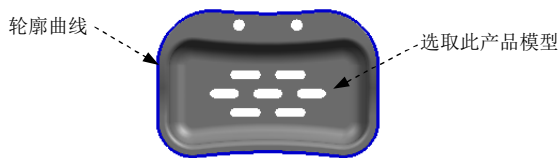

图 1.24 创建轮廓线
Step4. 选取抽取对象。选取如图 1.24 所示的产品模型，完成轮廓线的创建，并关闭该对话框。